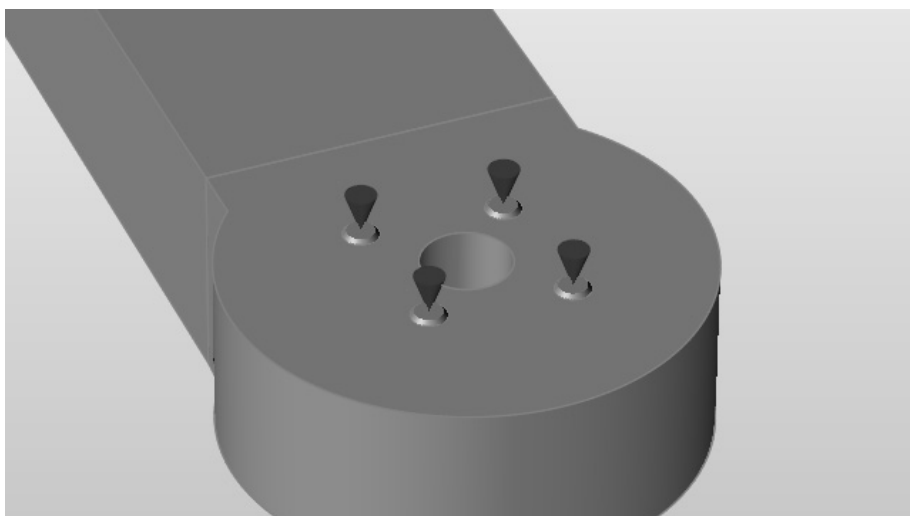

图 11-27
10) 选择载荷图标上的固定约束工具，使 4 个螺栓接地，如图 11-27 所示。